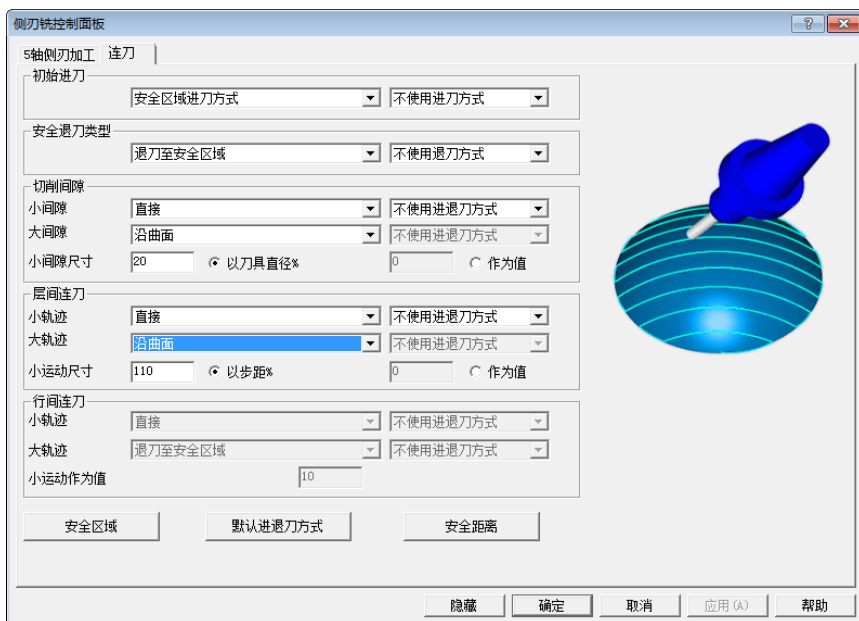

图 5-177 “连刀”选项卡 (3)
- 选择“连刀”选项卡，设置相关参数如图 5-177 所示，单击“确定”按钮退出“侧刃铣控制面板”对话框。